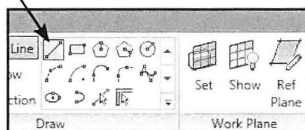

Fig. 07.12. Vælg Line.
- Vælg et tegneredskab (Fig. 07.12). *Line*.